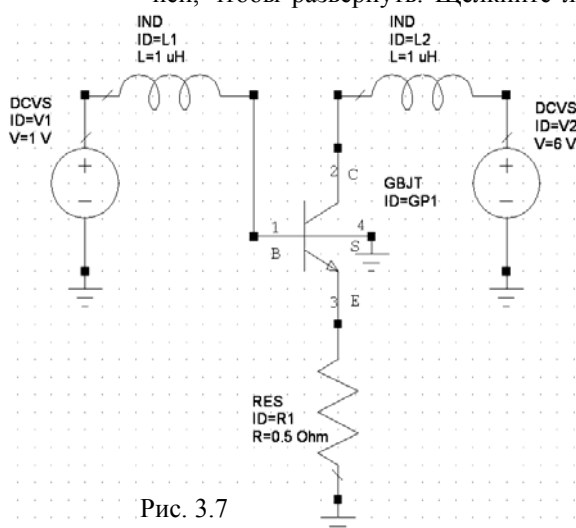

Рис. 3.7
11. Найдите в окне просмотра элементов группу **Sources** (Источники) и дважды щёлкните по ней, чтобы развернуть. Щёлкните левой кнопкой мышки по подгруппе **DC** (Постоянный ток). Модели доступных источников отображаются в нижней части окна. Нажмите левой кнопкой мышки на модель **DCVS** и, не отпуская кнопки мышки, перетащите её в окно схемы, отпустите кнопку мышки, позиционируйте элемент на левом узле индуктивности **IND ID=L1**, как показано на рис. 3.7, и щёлкните левой кнопкой мышки, чтобы зафиксировать элемент.
12. Щёлкните левой кнопкой мышки по значку **Ground** на панели инструментов, двигайте курсор в окно схемы, позиционируйте землю на нижнем узле элемента **DCVS**, как показано на рис. 3.7, и щёлкните левой кнопкой мышки, чтобы зафиксировать.
14. Щёлкните левой кнопкой мышки по элементу **Ind**, чтобы выделить его. Щёлкните левой кнопкой по значку **Copy**  и затем по значку **Paste**  на панели инструментов, чтобы скопировать его. Поместите скопированный элемент правее и выше элемента **СВJT** и соедините с узлом 2 элемента **СВJT**, как показано на рис. 3.7.
15. Нажмите клавишу **Shift**, щёлкните левой кнопкой мышки по элементу **DCVS** и подключённой к нему земле. Скопируйте эти элементы и подключите их к последнему элементу **Ind**, как показано на рис. 3.7.